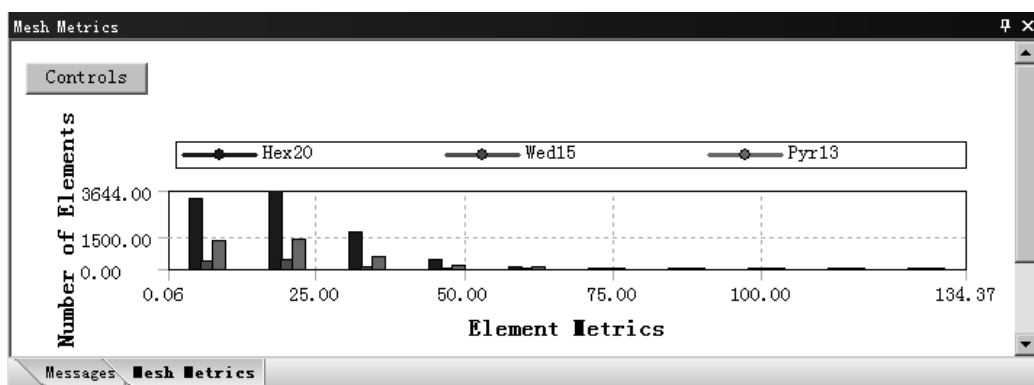

图 4.5.18 检查结果统计图表 (五)
- ◆ Parallel Deviation (平行偏差)。通过对边矢量的点积进行计算，并利用其中的余弦值求出最大夹角；其 Parallel Deviation 为 0 最好，表明两对边平行。选择此选项后，在信息栏中打开图 4.5.18 所示的检查结果统计图表。